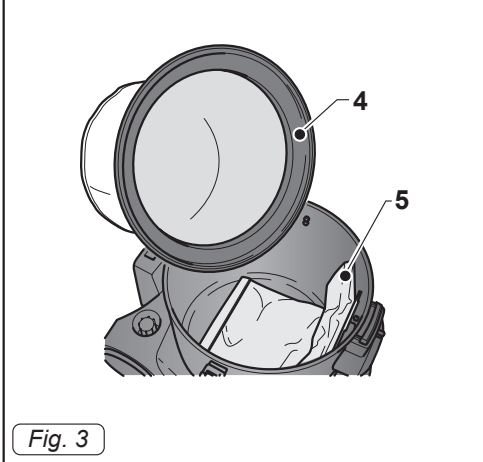

Fig. 3
- Quitar el filtro (4 Fig. 3) de poliéster.